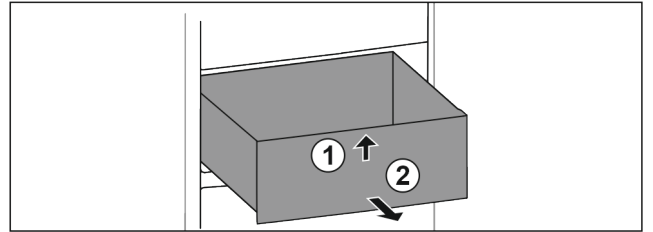

Fig. 14
- ▶ Sollevare dal lato anteriore Fig. 14 (1).
- ▶ Rimuovere tirando in avanti Fig. 14 (2).